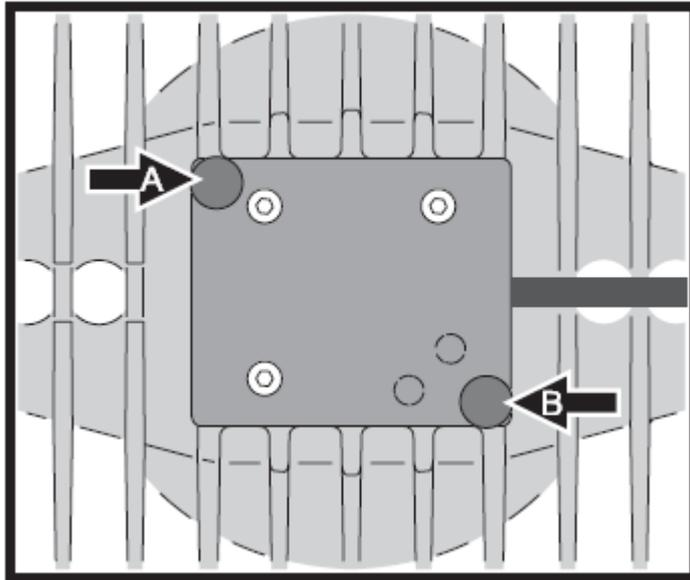

Рис.2 Винты, удерживающие крышку
2. Патрон лампы является составной частью крышки лампы. См. рис.2. Освободите крышку лампы от двух винтов А и В и снимите крышку таким образом, чтобы получить доступ к самой лампе. Не натягивайте и не деформируйте провода.